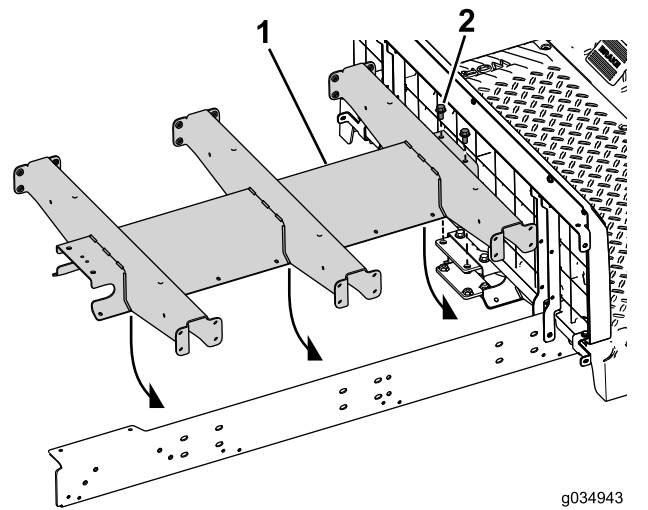

Bild 73
4. Setzen Sie die zwei Schrauben (3/8" x 3/4") und Scheiben durch den mittleren Kanal und die hintere Befestigung ein (Bild 73).